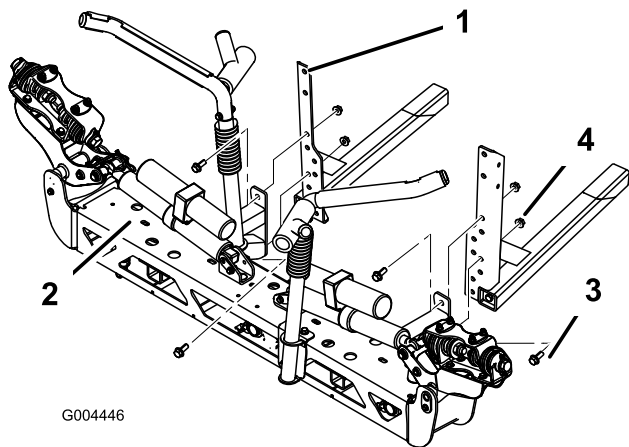

Figura 14
- Montate il gruppo barra centrale ai montanti con 4 bulloni a testa flangiata (1/2 x 1-1/4 poll.) e 4 dadi flangiati (1/2 poll.) (Figura 14).